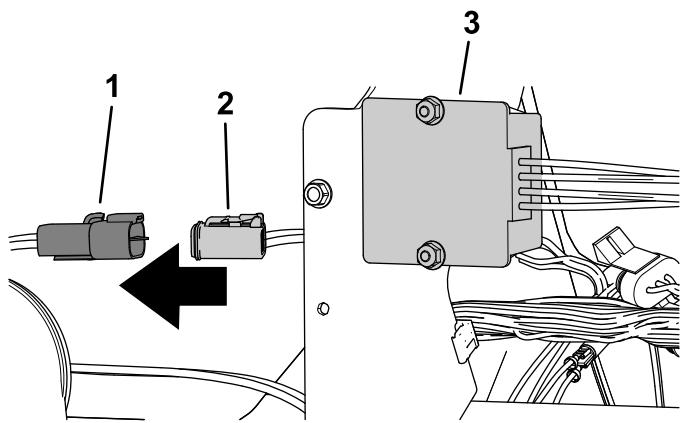

Рисунок 7
5. Подсоедините охватываемый 4-штыревой разъем на жгуте проводки беспроводного счетчика моточасов к охватывающему 4-гнездовому разъему на главном жгуте проводки машины (Рисунок 7).